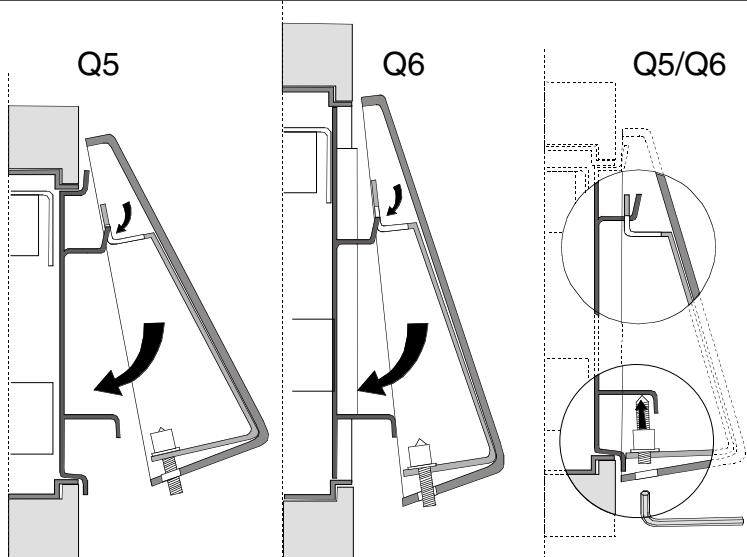

FIG.3
- Appoggiare la placa **P** dell'apparecchio alla piastra **A** e serrare i grani di tenuta con chiave idonea (non in dotazione). **FIG.3**
- Place the plate **P** of the fitting to the plate **A** and tighten the dowels with a suitable wrench (not supplied). **FIG.3**
- Appuyer la plaque **P** de l'appareil à la plaque **A** et serrer les grains avec une clé appropriée (pas fournie). **FIG.3**